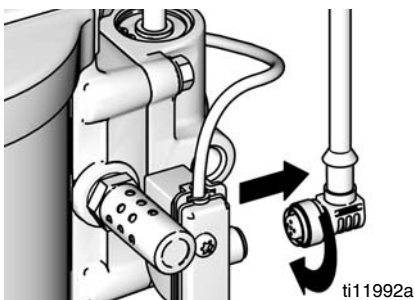

Рис. 16. Отсоединение модуля DataTrak
1. Отвинтите кабель от задней поверхности блока язычкового переключателя. См. Рис. 16.